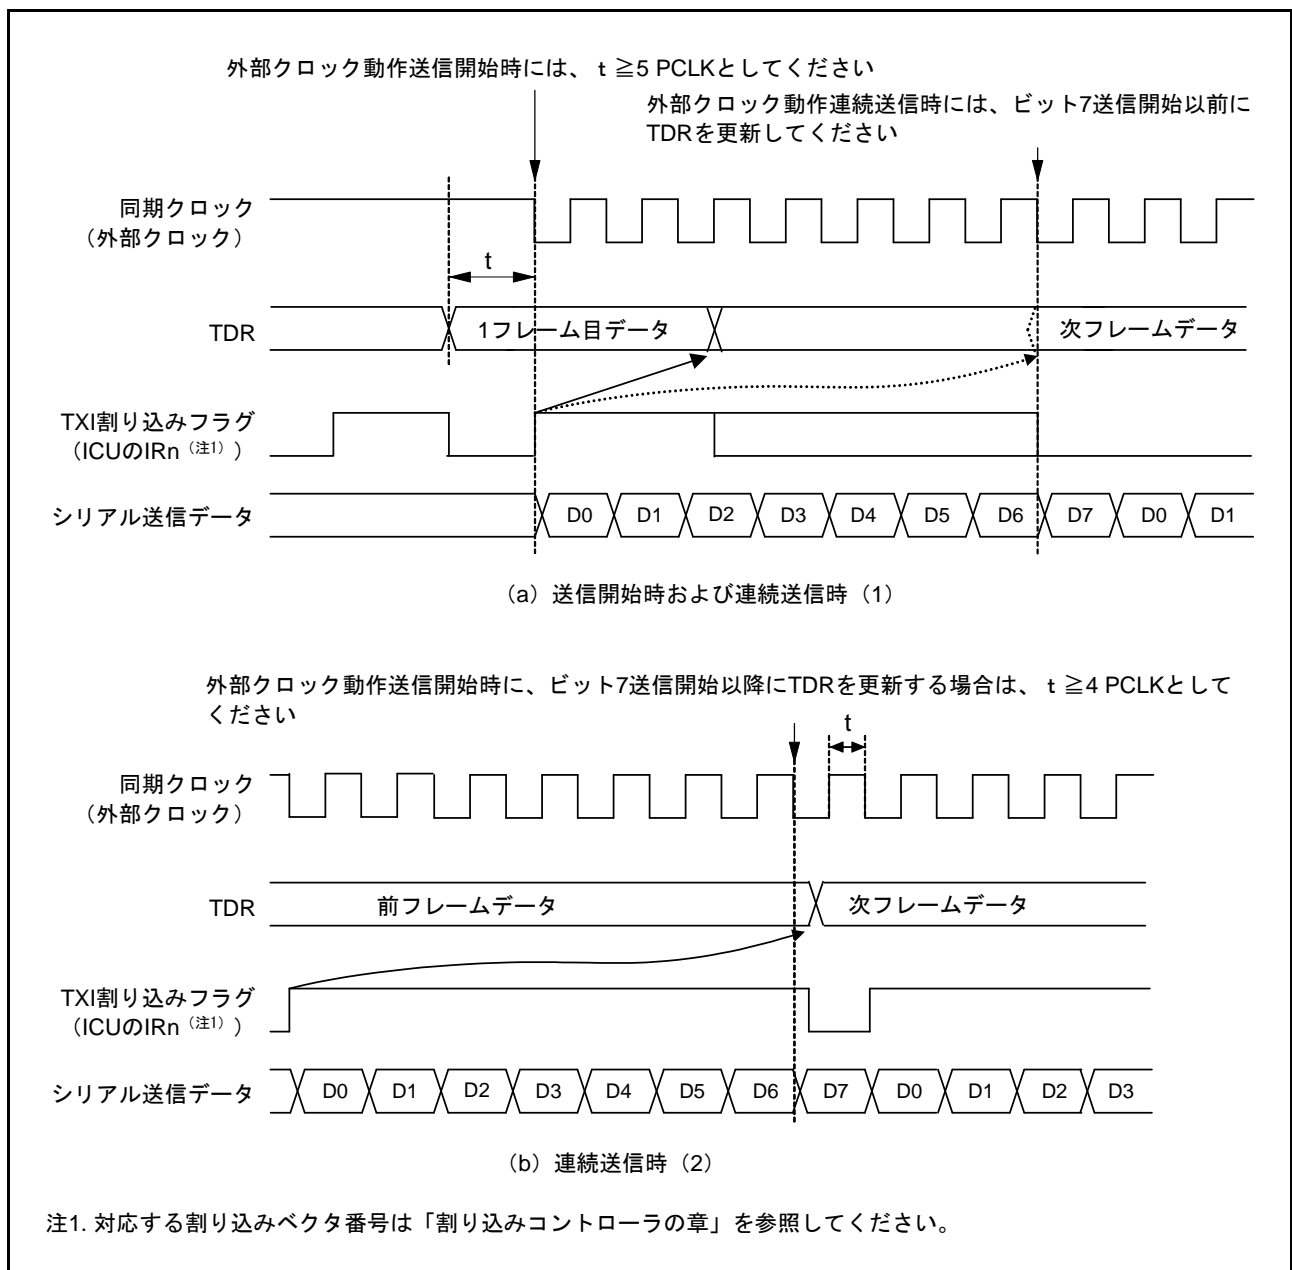

図 23.72 クロック同期式モード送信での外部クロック使用の制約事項
CPU または DTC による TDR レジスタの更新後、PCLK で 5 クロック以上経過した後に送信クロックを入力してください (図 23.72 参照)。
(2) 連続送信時
- ビット7の送信クロックの立ち上がり以前に、TDR または TDRL レジスタに次の送信データを書き込んでください (図 23.72 参照)。
- ビット7送信開始以降に TDR を更新する場合は、同期クロックが Low の期間に TDR を更新し、かつビット7の送信クロックの High 幅を、4 PCLK 以上にしてください (図 23.72 参照)。